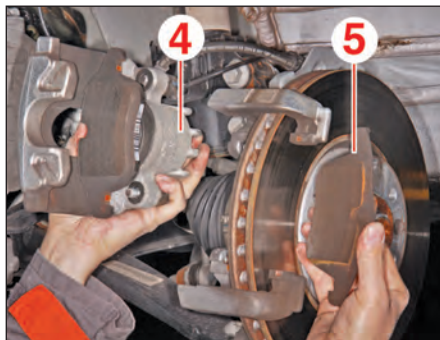

FIG.5
- Ecarter l'étrier (4) (Fig.5).
- la plaquette de frein extérieure (5),